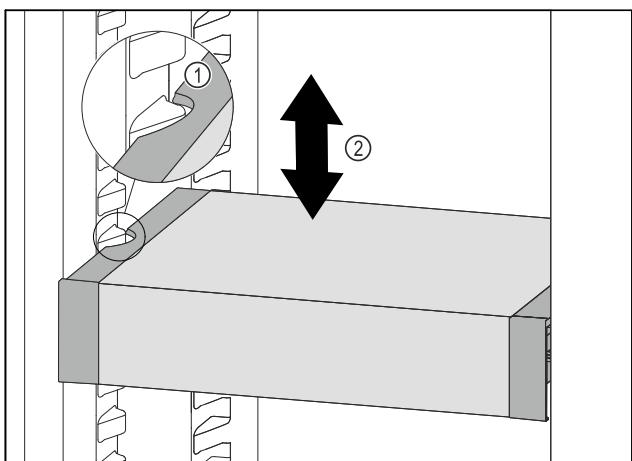

Fig. 109
- Потягнути VarioSafe вперед, поки бокові заглиблення VarioSafe не опиняться на рівні ребра для резервуара в охолоджувальному відділенні. Fig. 109 (1)
- Пересувайте VarioSafe вгору або вниз в охолоджувальному відділенні до тих пір, поки не досягнете бажаної висоти. Fig. 109 (2)